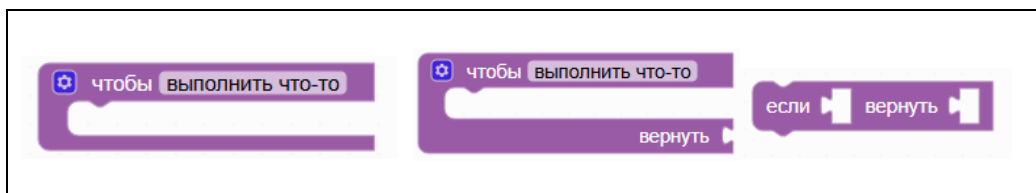

Рисунок 59 – Блоки «Функции»
5. «Функции» – создание собственных процедур и именованных подпрограмм (см. Рисунок 59).